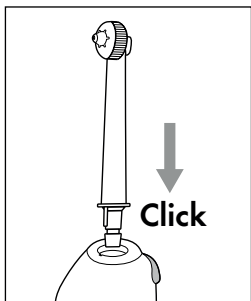

Fig. 2
- ◆ Applicare una testina **2** al manico **5**. Premere la testina **2** nell'apertura finché la testina **2** non s'innesta in modo udibile nel manico **5**. Assicurarsi che la sporgenza di guida dell'estremità inferiore della testina **2** e il corrispondente incavo dell'apertura del manico **5** siano in posizione corretta (vedere fig. 2).